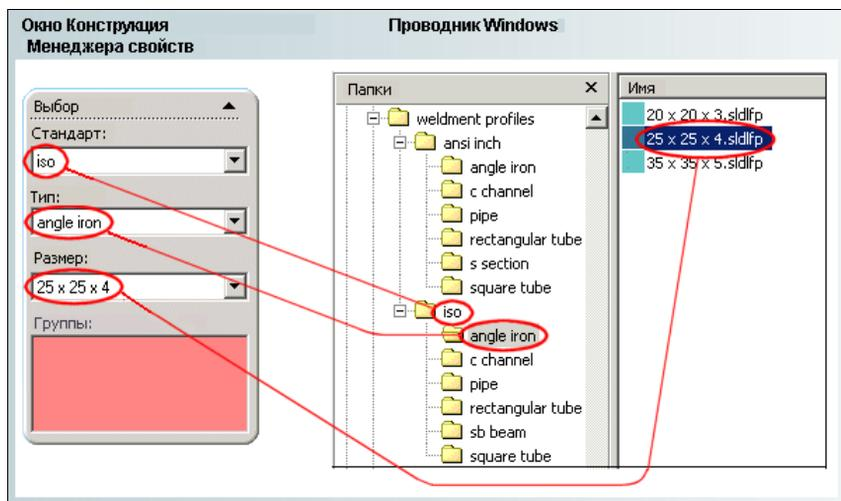

Рис. 5.19
Для того чтобы можно было постоянно пользоваться собственными профилями, деталь библиотечного элемента профиля необходимо поместить в соответствующую папку, тогда ее можно будет выбрать в окне **Конструкция**, появляющемся в Менеджере свойств (рис. 5.19).
- ◆ Главная папка содержит одну или несколько папок стандартов. В примере на рис. 5.19 weldment profiles является главной папкой и содержит две папки стан-